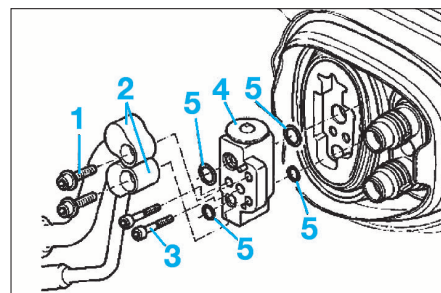

FIG. 27
- Dévisser les vis (1) et débrancher les raccords (2) des conduites de réfrigérant (Fig.27).